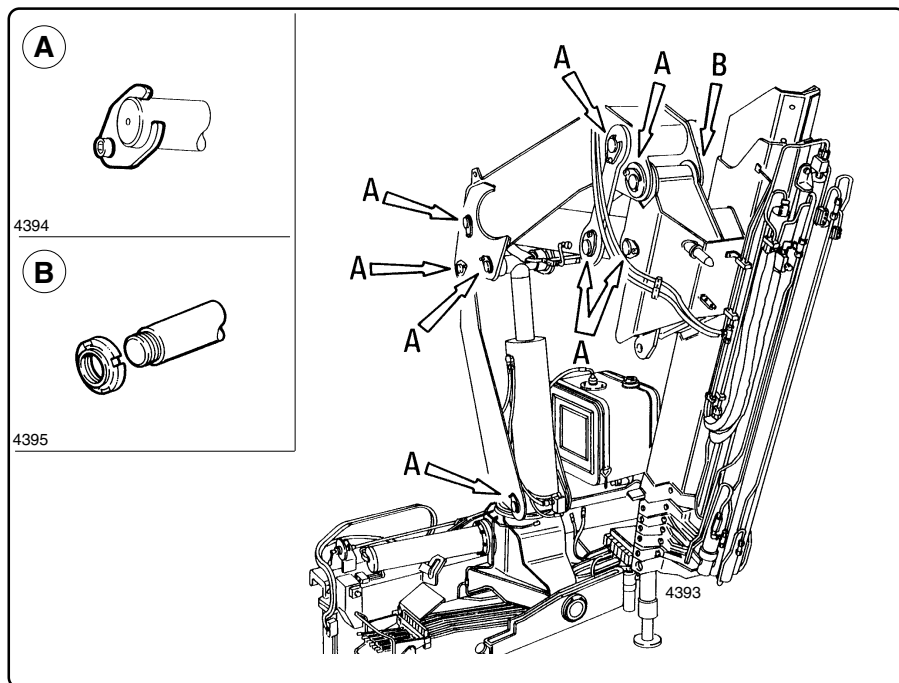

fig. 8.13.1
8.13 - Serraggio dei fermaspine (fig. 8.13.1)
8.13 - Tightness of the pin locks (fig. 8.13.1)